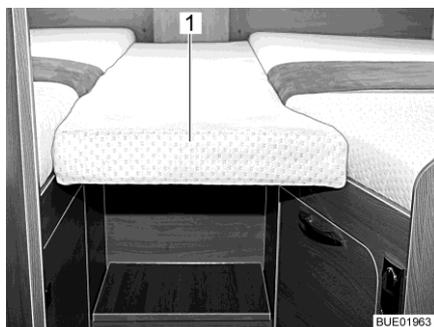
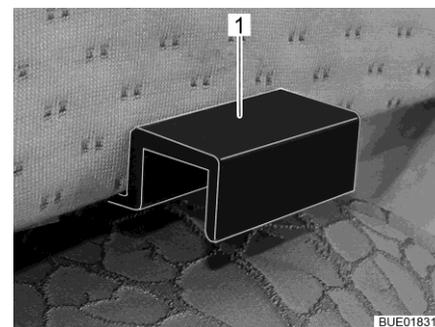

Fig. 115 Cuscino aggiuntivo
Fig. 116 Supporto cuscino aggiuntivo
- Agganciare il cuscino aggiuntivo (Fig. 115,1) con i supporti (Fig. 116,1) nei diaframmi del letto singolo, in modo che si formi una superficie utile chiusa.